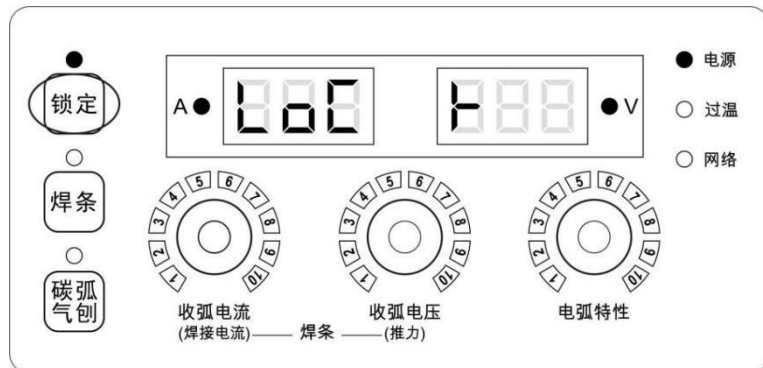

图 3-28 普通锁定界面
1. 选择好焊接参数，长按**锁定**键 3 秒，数码管提示“**LOCK**”后，锁定指示灯点亮，即进入普通锁定界面，如图 3-28 所示。